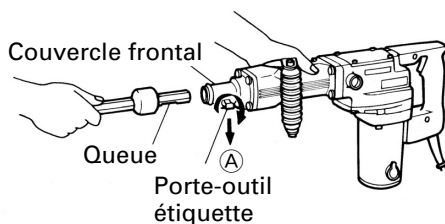

Fig. 2
- (1) Nettoyer la queue de l'outil, puis la graisser avec la graisse.
- (2) Faire glisser le porte-outil dans la direction de la flèche (A) et le faire tourner à 180°. Tourner vers le bas l'encoche de la queue d'outil et l'insérer à fond dans l'orifice hexagonal du couvercle frontal. (Fig. 2)
- (3) Retourner le porte-outil et aligner la marque sur le couvercle frontal avec la marque sur le porte-outil pour fixer l'outil.